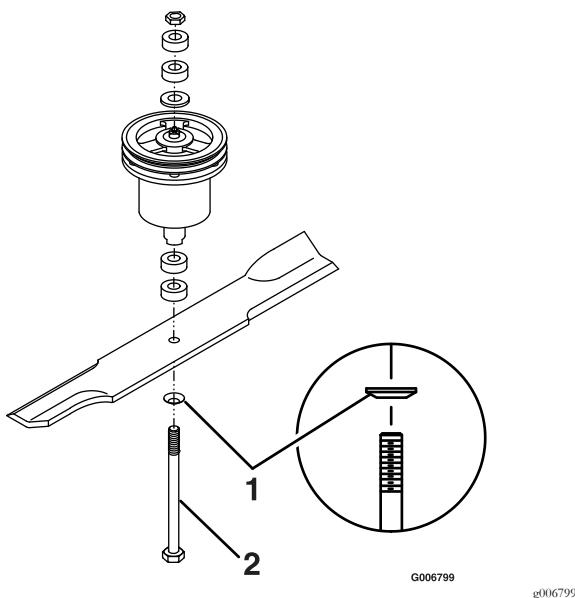

Figura 12
10. Apriete el perno a 75–80 pies-libra (102–109 N·m) (ver Figura 12).
Carcasas de 48 pulgadas (122 cm): Si no es posible ajustar más el tensor y la correa todavía está floja, es posible trasladar la polea tensora trasera al taladro delantero (ver Figura 12). Cuando se cambia de posición la polea tensora, será necesario posicionar también la guía de la correa, situada junto a la polea, en el taladro delantero. Será necesario volver a ajustar el tensor.